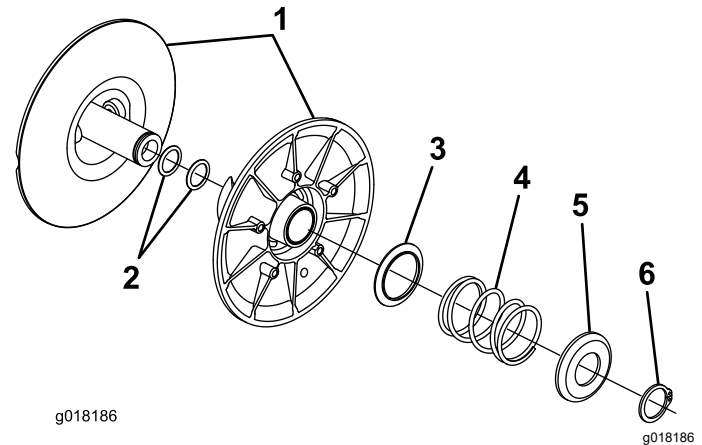

Bild 10
6. Drehen Sie die Kupplung um (Bild 10).
(TOR-6027) zusammen, um den Druck auf den Haltering zu verringern (Bild 10).
9. Ziehen Sie die zwei Kupplungshälften auseinander (Bild 10).
10. Schieben Sie eine Beilagscheibe auf die Kupplungswelle (Bild 10).